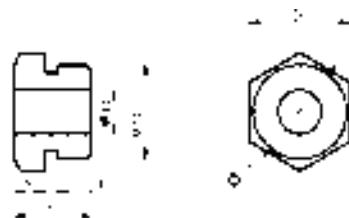

图 6-39 直径尺寸标注
4) 标注直径尺寸。单击“标注”工具栏中的“直径”按钮 $\odot$ ，标注直径尺寸，结果如图 6-39 所示。